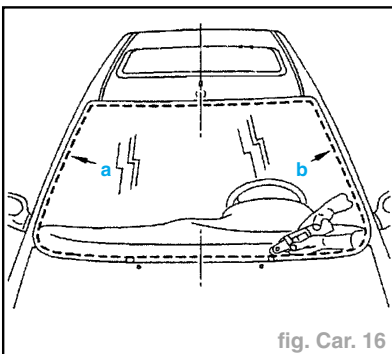

fig. Car. 16
- Équiper le couteau électrique [1] de la lame (fig. Car. 16) :